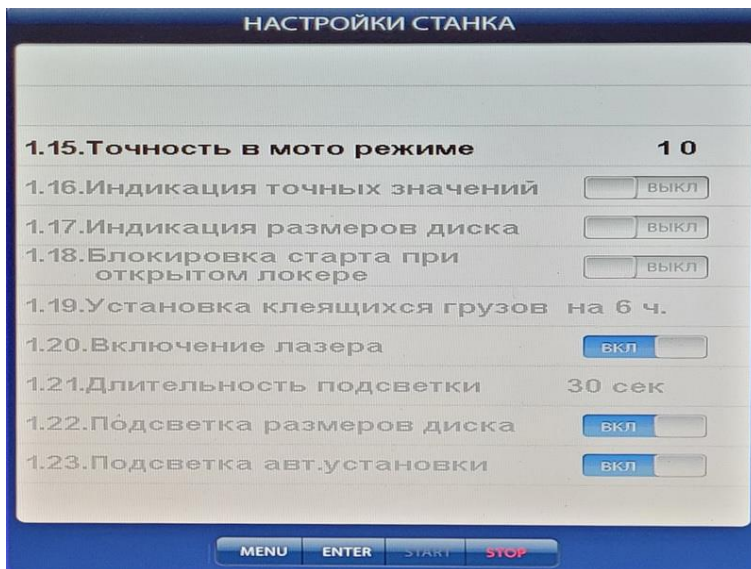

Рис.18.4
18.12. Вторая страница настроек (рис.18.4). Переключение страниц